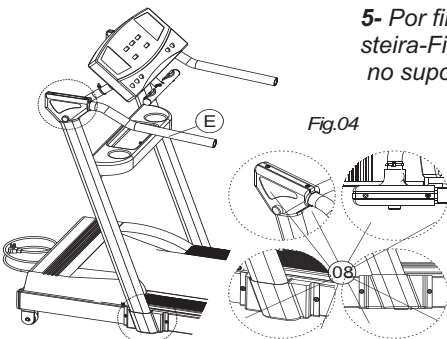

Fig.04
5- Por fim, fixe as carenagens de acabamento de sua esteira-Fig.04. Monte o porta-objetos (E) ele deve encaixar no suporte com pressão, conforme mostra a figura 04.